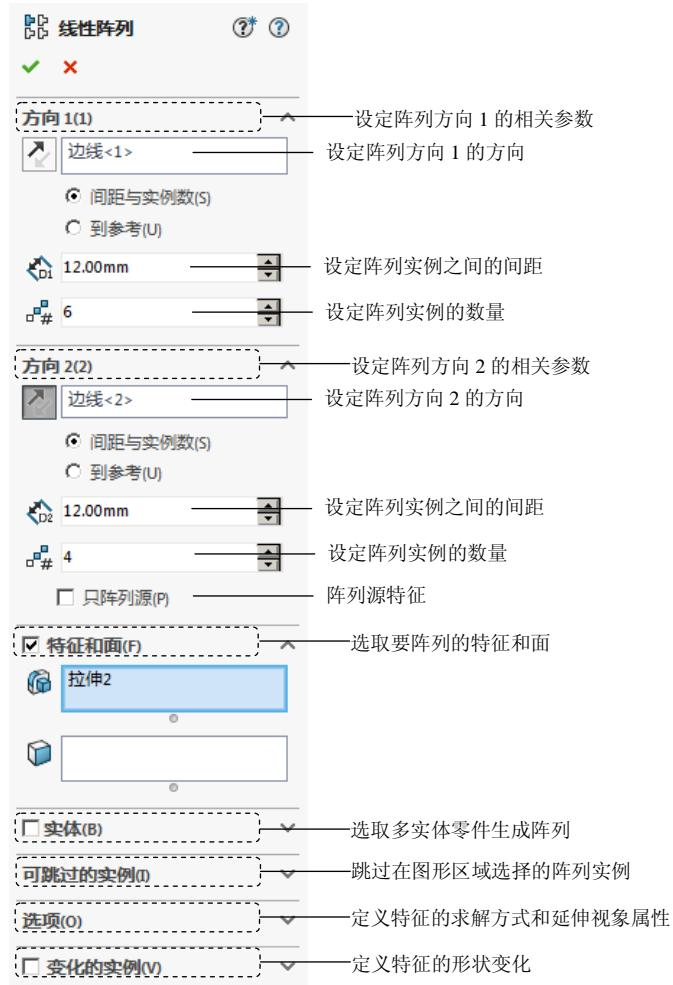
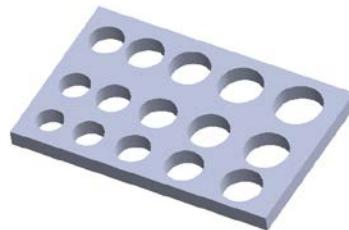

图 5.19.2 “线性阵列”对话框
图 5.19.4 阵列效果图
Step2. 选择命令。选择下拉菜单 **插入(I)** → **阵列/镜像(E)** → **线性阵列(L)...** 命令（或单击“特征(F)”工具栏中  按钮），系统弹出如图 5.19.2 所示的“线性阵列”对话框。
说明：通过选中如图 5.19.2 所示的“线性阵列”对话框中的 **变化的实例(V)** 复选框，还可以实现特征形状变化的效果。如通过更改方向 1 中的变化的增量和特征草图的直径值，以及方向 2 中的变化的增量和特征草图的直径值，即可得到如图 5.19.4 所示的阵列结果，可打开 D:\sw17.1\work\ch05.19.01\ok\rectangular01.SLDPR文件进行查看。